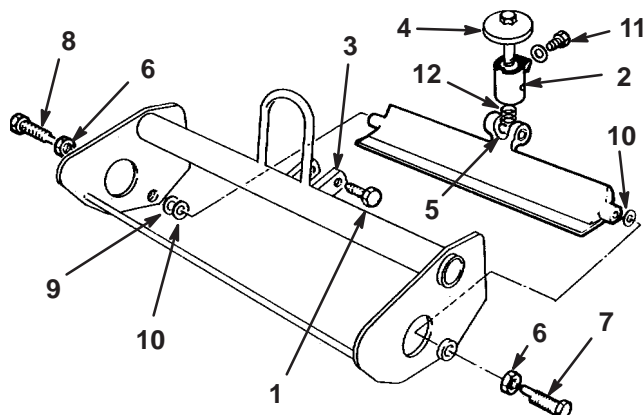

Figure 12
1. Retirez la vis et la rondelle de maintien du bras à ressort sur l'ensemble pivot. Desserrez les vis pivot de fixation de l'ensemble pivot de la contre-lame aux supports du bâti du cylindre (Fig. 12).
2. Tournez le bouton de réglage et l'ensemble pivot dans le sens horaire (filetage à gauche) jusqu'à ce qu'il soit dévissé du pivot de la barre d'appui (Fig. 12).
3. Desserrez les écrous de blocage qui retiennent les boulons de pivot droit et gauche de la barre d'appui. Retirez le boulon de pivot (Fig. 12).
Serrez l'écrou de blocage tout en maintenant le boulon à épaulement (Fig. 12).
4. Vissez l'ensemble bouton de réglage et pivot dans le côté plat du pivot de la barre d'appui jusqu'à ce que les trous de montage se trouvent en face des trous des supports du bâti du cylindre et que la contre-lame ne gêne pas le cylindre (Fig. 12).